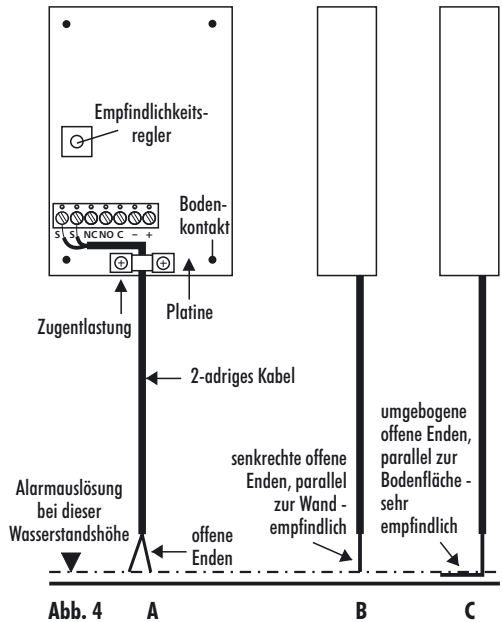

Abb. 4
- Achten Sie darauf, dass die offenen Adern auf Detektionshöhe waagrecht befestigt sind (s. Abb. 4 C)
Generell wird die Empfindlichkeit durch den Empfindlichkeitsregler (s. Abb. 4 A) eingestellt. Durch Drehen des Reglers nach rechts wird die Empfindlichkeit erhöht. Empfohlen wird, den Regler ganz nach rechts zu drehen und nur bei Bedarf etwas nach links, also weniger empfindlich einzustellen.
- Durch das Variieren des Abstandes der Kabelenden (s. Abb. 4 A):
- Durch das Variieren der Formgebung der Kabelenden (s. Abb. 4 B / 4 C):